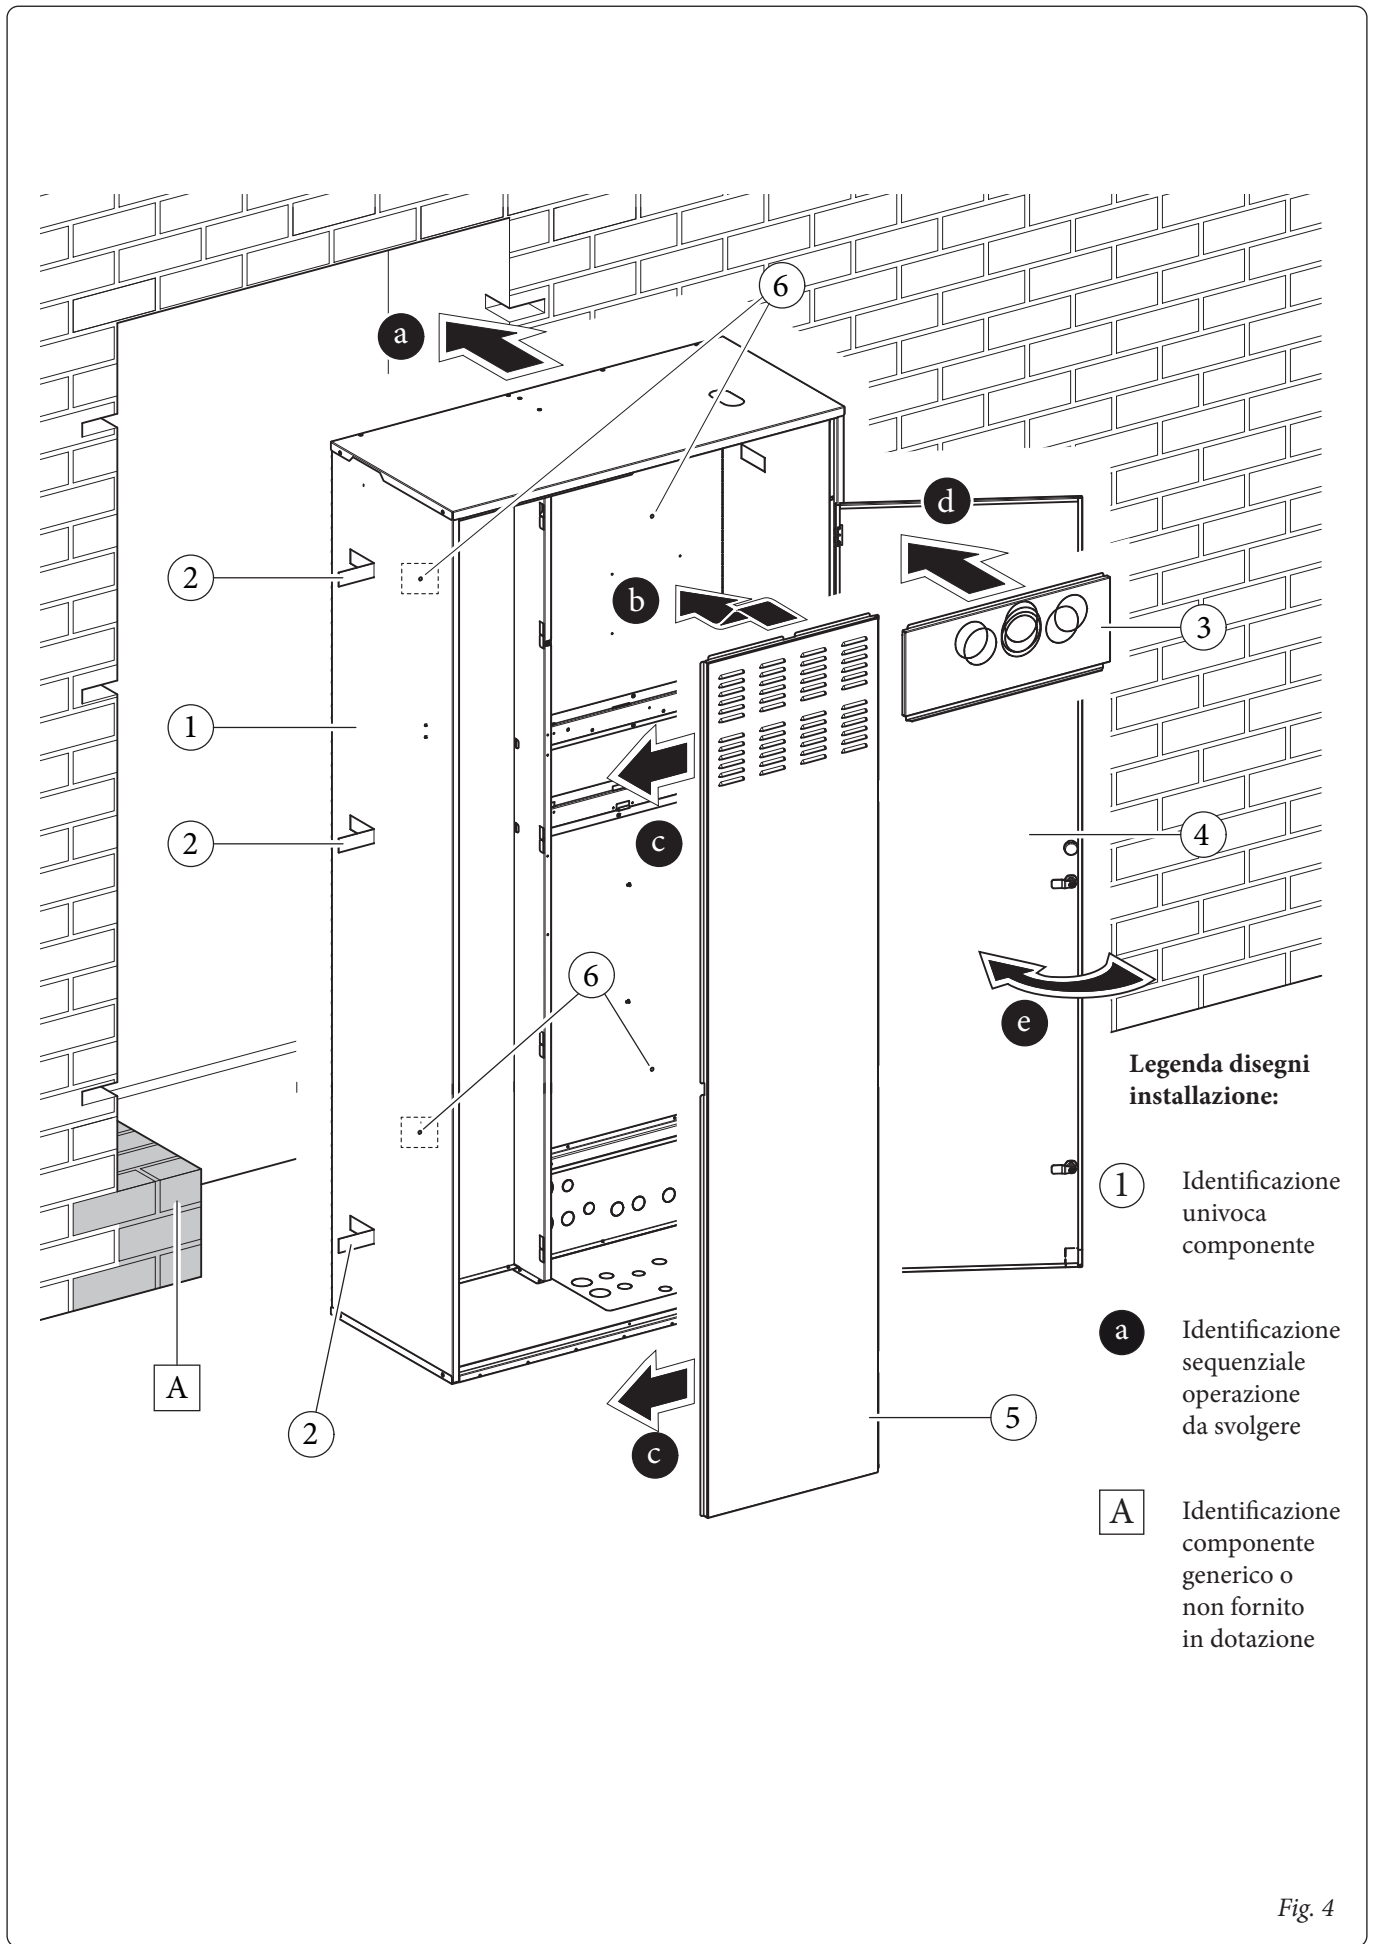

Fig. 4
Predisporre le opere murarie creando un'apertura nella parete dove verrà installato il telaio (1), facendo attenzione a prevedere lo spazio per i sei spacchi per inserire le rispettive alette di sostegno (2) e uno spazio sotto il telaio sufficiente per poter effettuare gli allacciamenti del kit (Fig. 4).
N.B.: è importantissimo prevedere un massetto di sostegno (A) nella zona sottostante il Container Super Trio in corrispondenza del punto d'appoggio dell'unità bollitore.